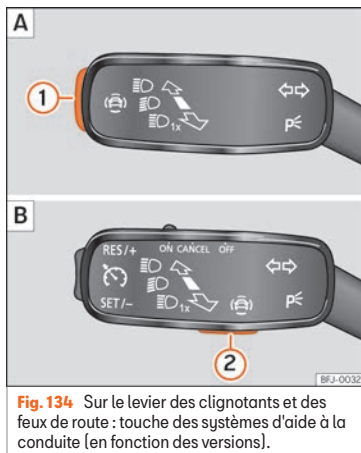

Fig. 134 Sur le levier des clignotants et des feux de route : touche des systèmes d'aide à la conduite (en fonction des versions).
• Appuyez brièvement sur la touche »» fig. 134 ① o ② pour ouvrir le menu **Assistants**.